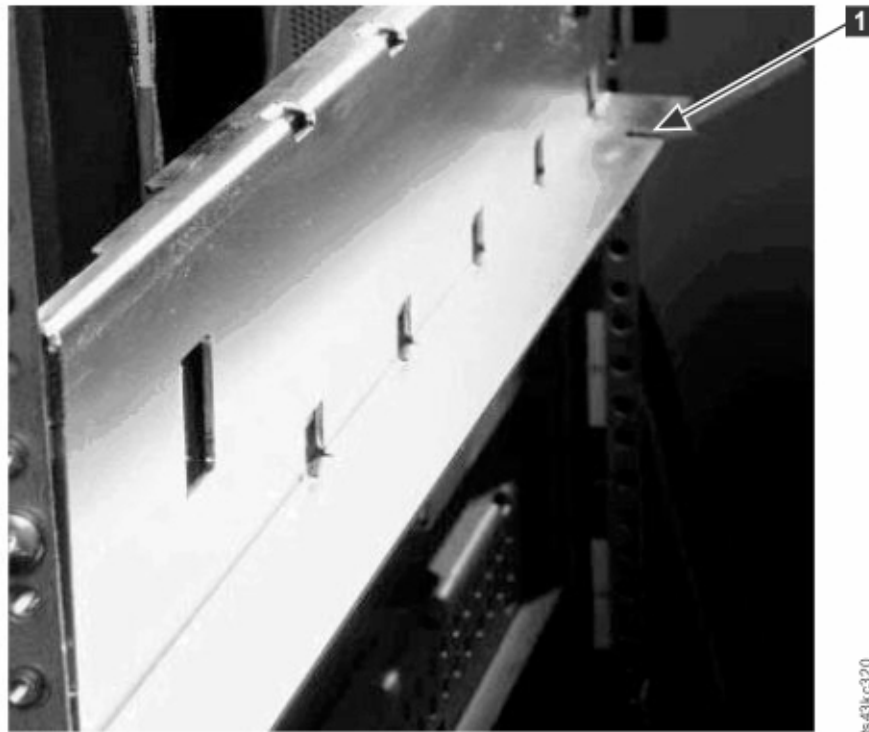

Abbildung 42. Bohrung für Ausrichtungsstift
- a. Bewegen Sie den Ausrichtungshebel des oberen Modulpaares in die verriegelte oder eingerastete Position. Wenn Sie einen Widerstand spüren, richten Sie die Position des oberen Moduls so aus, dass der Stift im Ausrichtungsmechanismus in das dazu passende Loch im unteren Modul bewegt wird. Wenn Sie immer noch einen Widerstand spüren, überprüfen Sie, ob die Rackschienen ordnungsgemäß installiert sind. Überprüfen Sie, ob sich die Bohrung für den Ausrichtungsstift an der (von der Vorderseite aus gesehen) linken Schiene und an der Rückseite des Racks befindet. Siehe **1** in Abbildung 42 auf Seite 55.